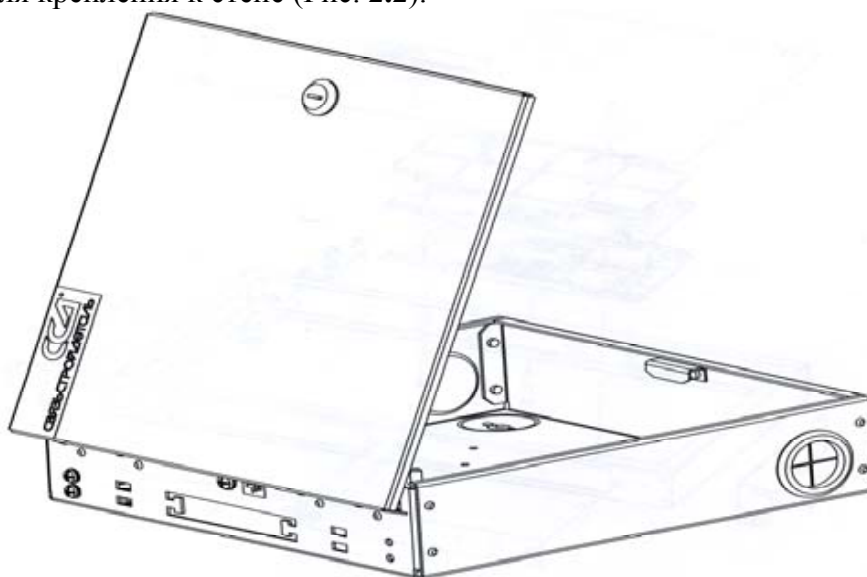

Рис. 2.2. Шкаф ШКОН
2.1.3. Шкаф ШКОН представляет собой металлический корпус с дверцей, который предназначен для крепления к стене (Рис. 2.2).